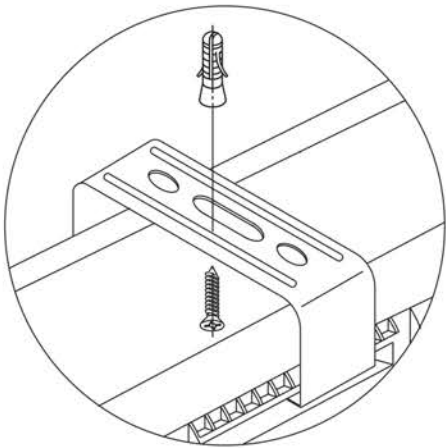

Рисунок 5
5.4.1. Монтаж светильника на рабочую поверхность потолка, стены (рисунок 5).